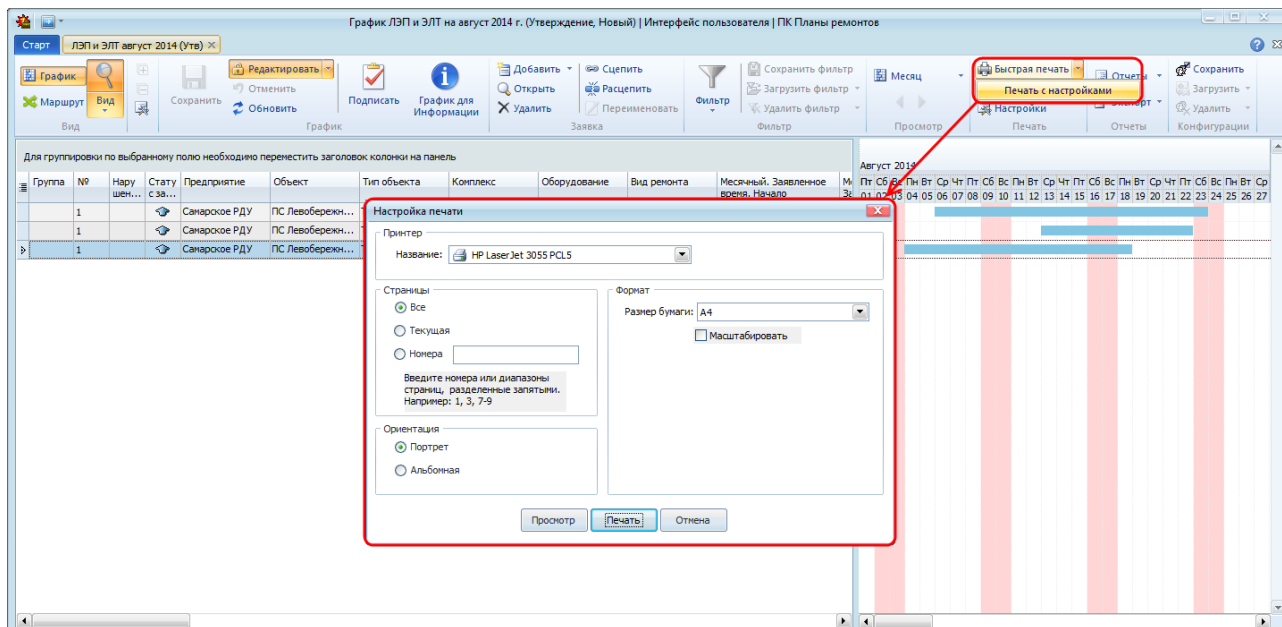

Рисунок 10.190 – Настройка параметров печати
- «Печать с настройками» - настройка параметров печати перед запуском печати. Данный режим вызывается выбором пункта «Печать с настройками» раскрывающегося списка по кнопке « Быстрая печать» (Рисунок 10.190).